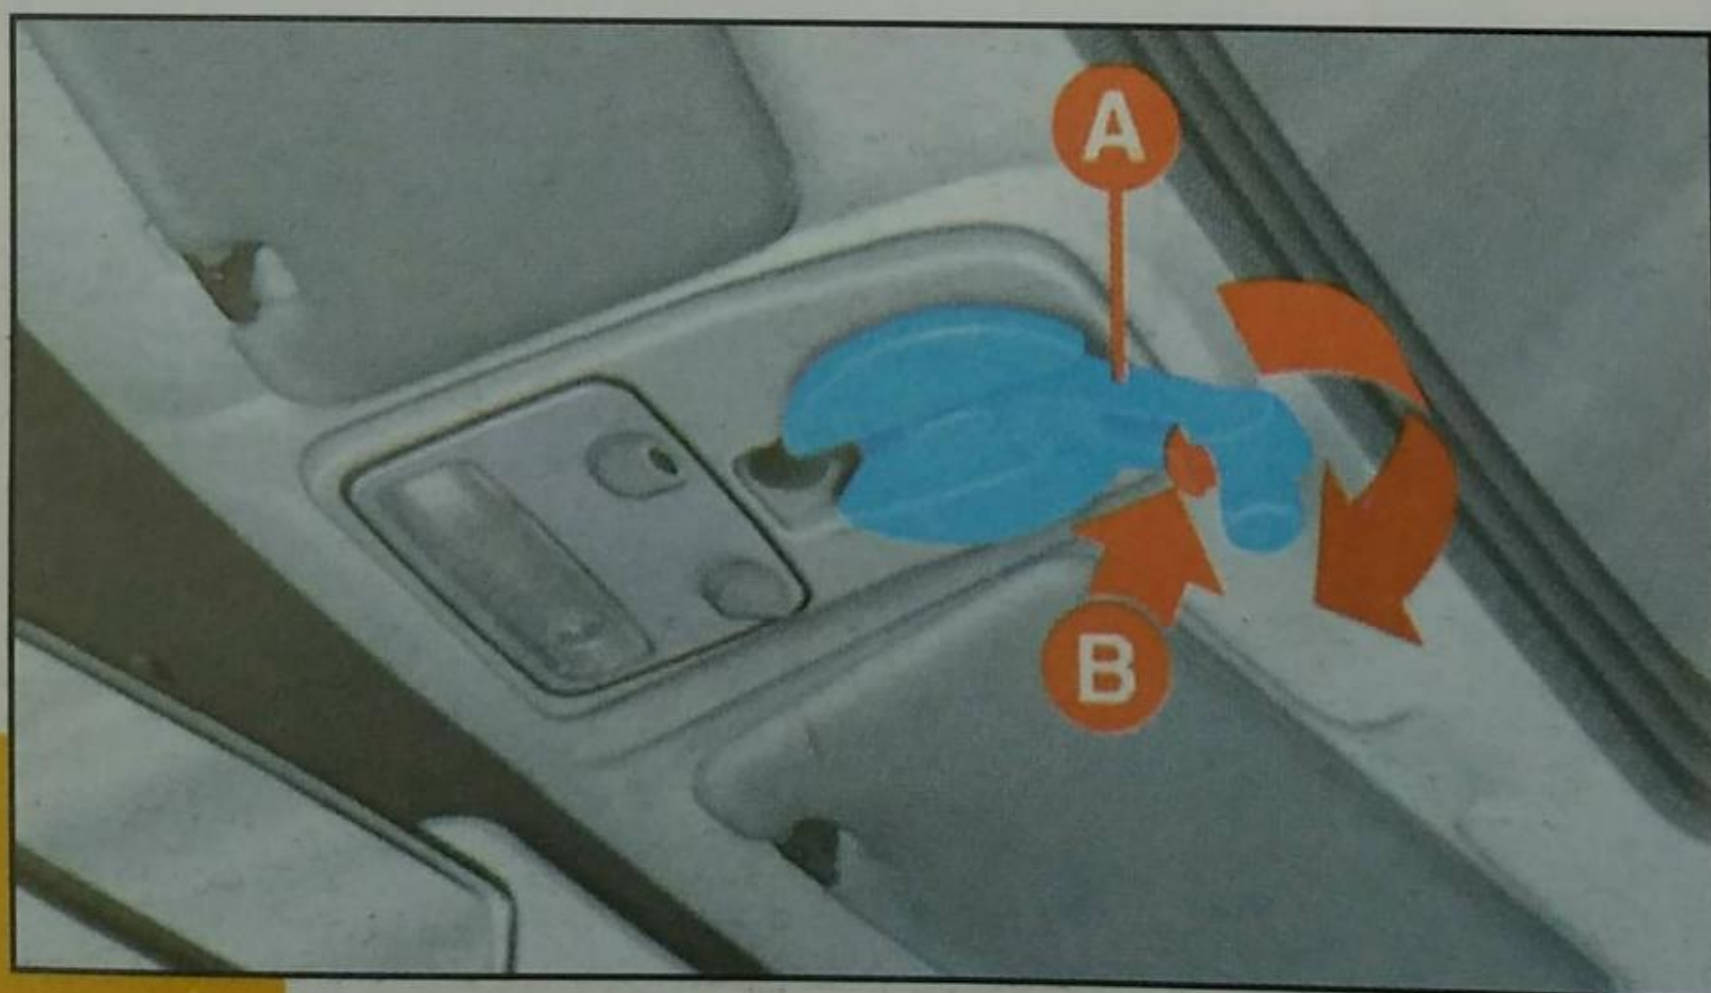

Fig. 57
1) Halar la manilla de comando **A-fig. 57** de la respectiva sede hasta escuchar el ruido de bloqueo.
1) Girar la manilla de comando **A-fig. 57** en sentido antihorario hasta cerrar completamente el techo.